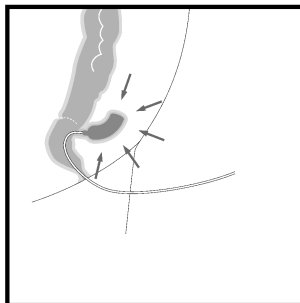

Fig. 4
17. Endoscopische controle van de ligging van de spons. (Fig. 4)